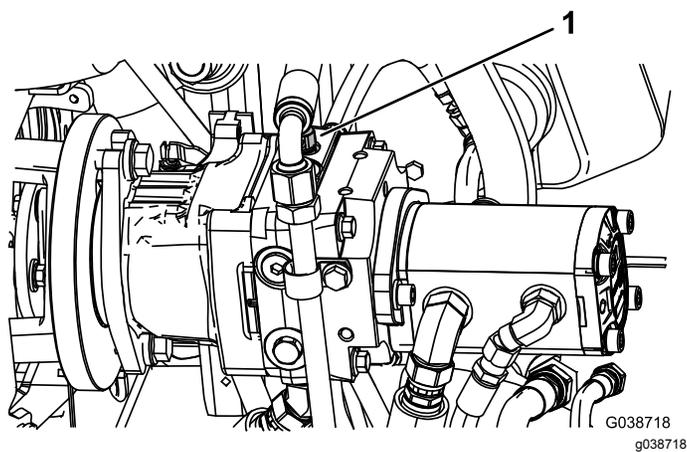

図 26
1. 油圧ポンプについているバイパスバルブを左に2回転させる 図 26。
2. エンジンを掛ける時にはバルブを右に2回転させて元通りに閉める 図 26。